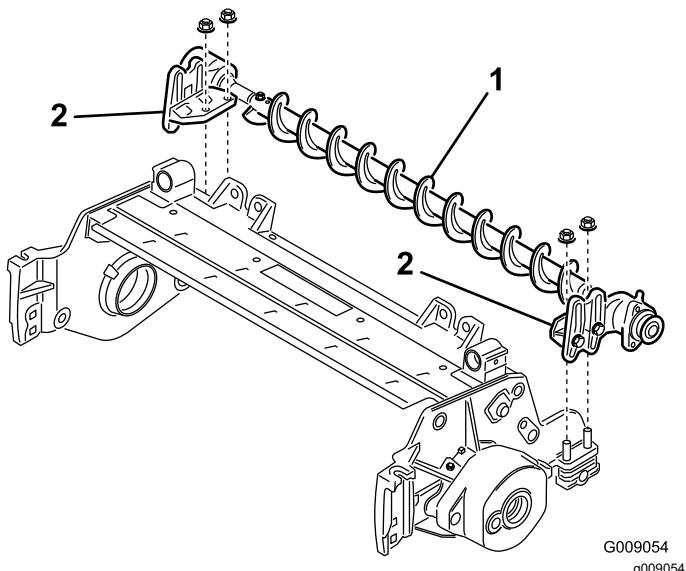

Figura 8
8. Coloque os suportes de montagem da estrutura da escova do rolo nos parafusos de suporte do rolo (Figura 8). Prenda os suportes de montagem na estrutura da escova às placas laterais da unidade de corte com as porcas previamente removidas.